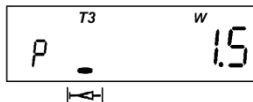

Рисунок 4.9
- прогнозируемая отпущенная активная мощность (отображается мнемоникой "**W**" и маркером "⚡"). Только для двунаправленных счетчиков (рисунок 4.9):